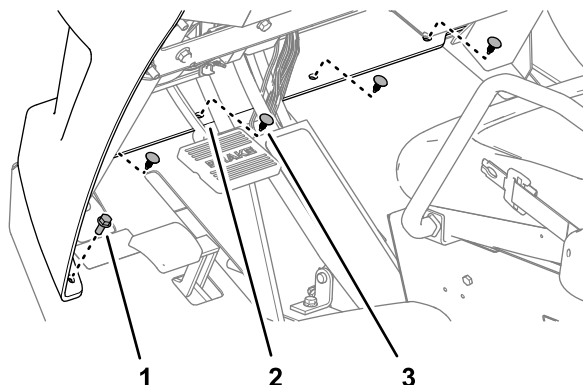

**Figure 142**
6. Assemblez le connecteur de phare du faisceau de la machine sur le connecteur de l'ampoule de phare (Figure 142).